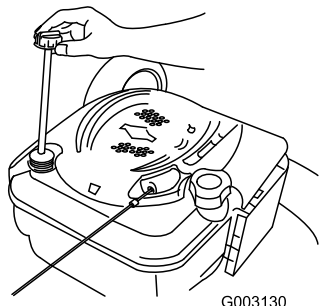

Figure 46
2. Retirez la jauge (Figure 46).